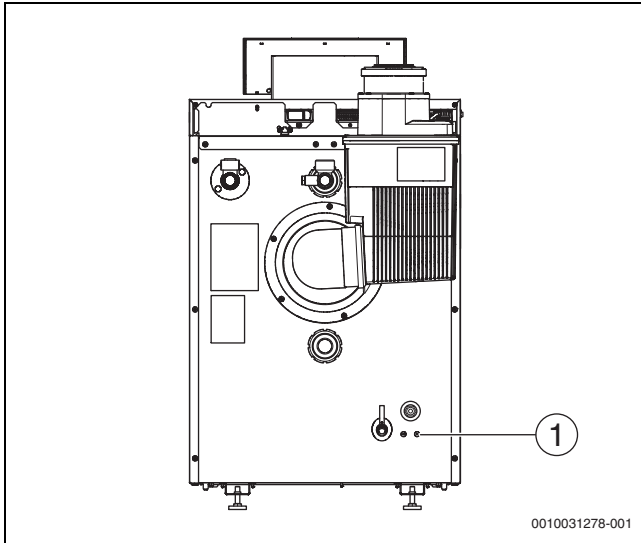

Bild 30 Schrauben an der Kesselrückwand
- 2 Schrauben (→ Bild 30, [1]) an der Kesselrückwand entfernen.